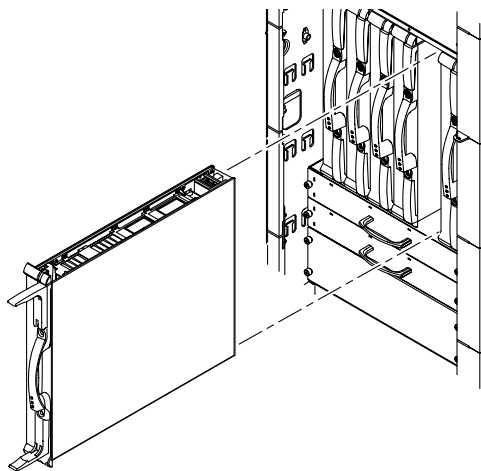

図 8-7 CPU/メモリーボードの取り外しまたは取り付け — Sun Fire 6800 システム
- Sun Fire 6800/4810/4800 システムでは、一方の手でハンドルを持ち、もう一方の手で下部レールをしっかりとつかんで、カードケージからボードを取り外します。隣接するボードに触れないように注意して、カードケージから出るまでトラックに沿ってボードをスライドさせます (図 8-7)。